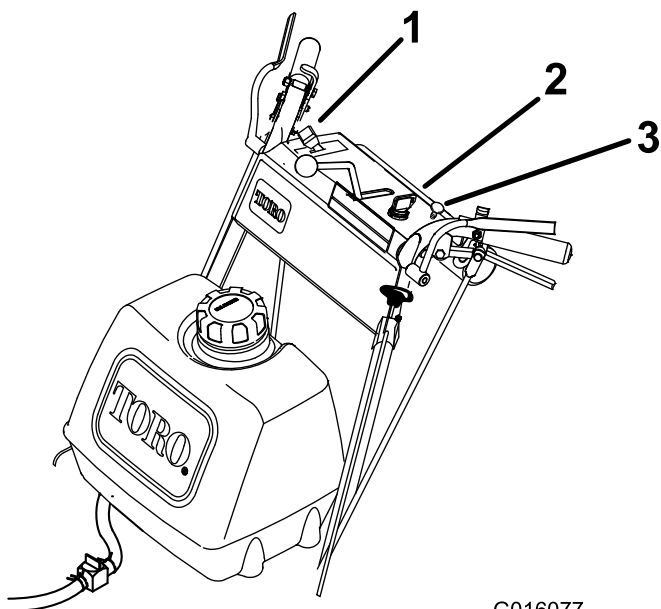

Figure 9
11. Repoussez le starter quand le moteur est chaud (Figure 9).
2. Placez la commande d'accélérateur en position bas régime (Figure 9).